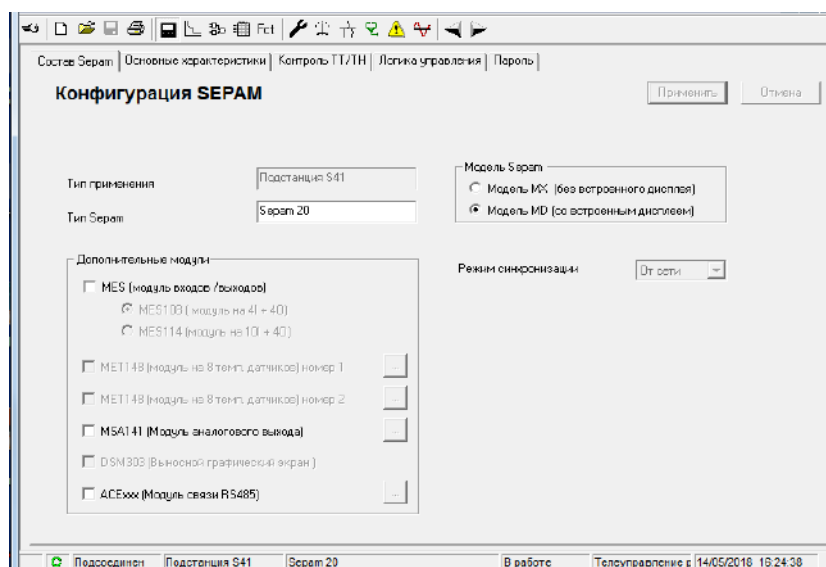

Рисунок 2.5 – Конфигурация Seram
7. Открыть вкладку «Конфигурация Seram» (рис. 2.5). В данной работе используется расширительный модуль MES114, установить «галочку» напротив. Обозначить название блока, например, «Seram 40». Модель блока выбрать «MD» (со встроенным дисплеем). В текстовом поле «Тип Seram» указать тип – MT3.